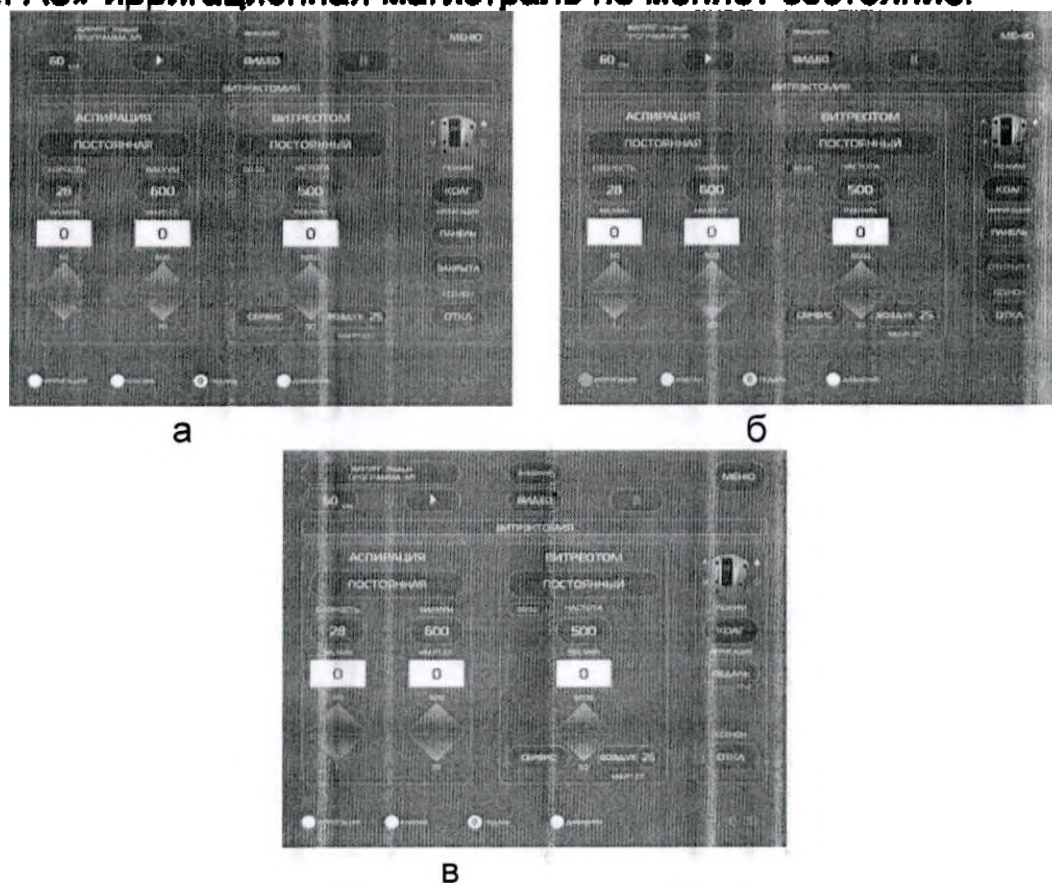

Рис.14.31 – Установка состояния ирригационной магистрали.
- с панели «ПАНЕЛЬ» - ирригационная магистраль закрыта (Рис. 14.31 а);
- с панели «ПАНЕЛЬ» - ирригационная магистраль открыта (Рис. 14.31 б);
- от педали «ПЕДАЛЬ» - управление от педали (Рис. 14.31 в).